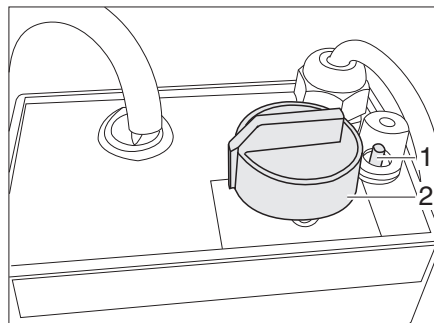

Fig. 334 Regulador para calentamiento eléctrico del piso/de la cama
- Girar el regulador giratorio (Fig. 334,2) hasta el nivel de calefacción deseado.
- Girar el regulador giratorio (Fig. 334,2) a la posición "0".
Si el regulador se sobrecarga, se activa la protección contra sobrecargas. El pasador (Fig. 334,1) salta y se sale.
- Cuando el regulador se haya enfriado, introducir el pasador (Fig. 334,1) de la protección contra sobrecarga.